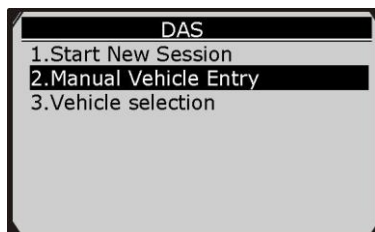

Рисунок 6-9
- 2) С помощью **кнопок прокрутки вверх/вниз** выберите в меню DAS пункт **Manual Vehicle Entry [Ручной ввод информации об автомобиле]**. См. рисунок 6-9.